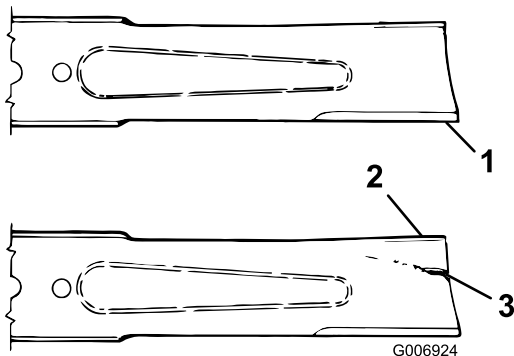

Figura 107
3. Examine cuidadosamente los extremos de corte de la cuchilla, sobre todo en el punto de reunión entre la parte plana y la parte curva de la cuchilla (Figura 107).
4. Si se aprecia desgaste (Figura 107), cambie la cuchilla; consulte Retirada e instalación de las cuchillas de la unidad de corte (página 80).
Si se permite que la cuchilla se desgaste, se formará una hendidura entre la vela y la parte plana de la cuchilla (Figura 107). Con el tiempo, una parte de la cuchilla puede desprenderse y ser arrojada desde debajo de la carcasa, posiblemente causando lesiones graves a usted o a otra persona.